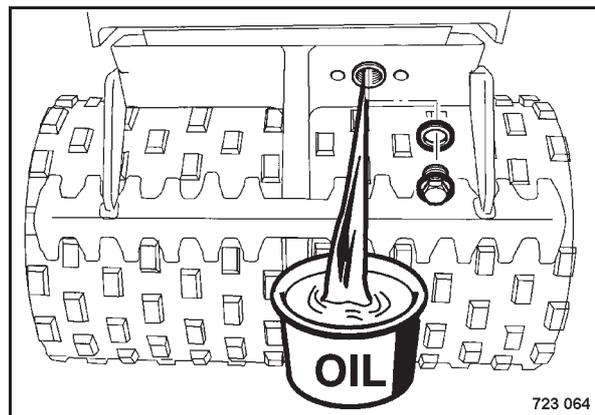

Bild 112
- Ablassstopfen (Bild 112) herausdrehen und auslaufendes Öl auffangen.